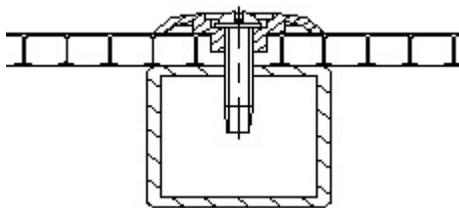
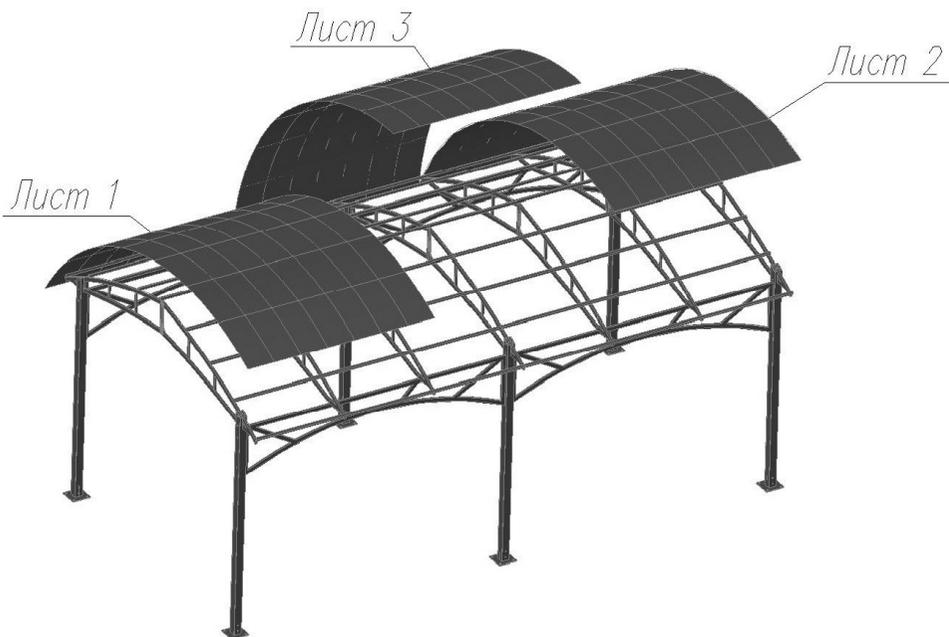

Рис. 16
Рис. 17
7. Укладываем лист1 (рис.17) поликарбоната (4000x2100x8) на закрепленные стяжки (**внимание: размер сотового поликарбоната указан для автонавеса шириной 3м.** Для автонавесов с секциями расширения размер листа сотового поликарбоната будет отличаться по длине). Выступ листа относительно края торца автонавеса — 40мм (для автонавеса шагом 2м) и 90мм (для автонавеса шагом 3м). Крепим лист 1 поликарбоната к стяжкам шурупом 5x35 с термошайбой 8 мм. (Рис.16).
Шаг крепления поликарбоната к стяжкам в продольном направлении — 500 мм. На край листа1, расположенного ближе к середине каркаса автонавеса, крепим соединительный профиль и оставляем его незакрепленным для последующего соединения с центральным сопрягаемым листом 3 поликарбоната (рис. 17).
В той же последовательности устанавливаем и крепим лист2 поликарбоната со стороны второго торца автонавеса (рис.17). Следующий лист (лист3) поликарбоната укладывается по соединительному профилю и крепится шурупом 5x35 с термошайбой 8 мм.